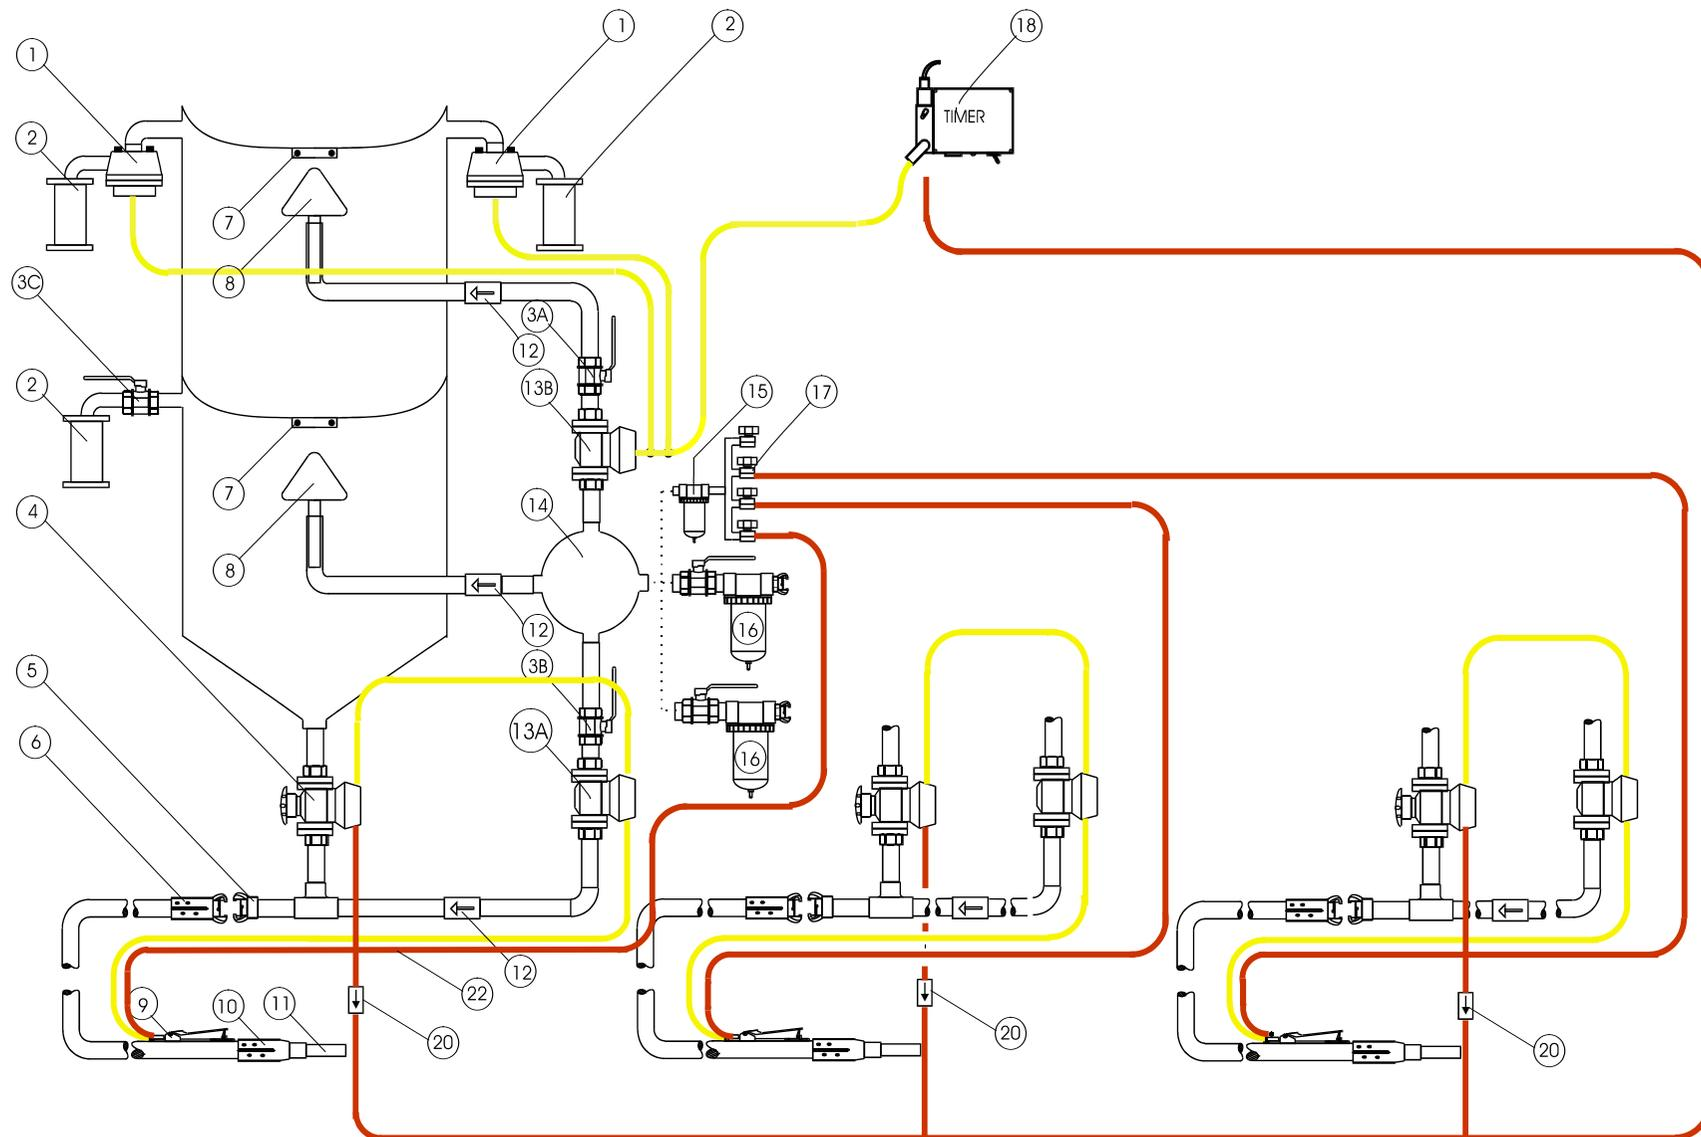

Bild 1: Doppelkammer-Druckstrahlgerät für 3 Strahler mit pneumatischer Fernbedienung
Die Hauptkomponenten eines Doppelkammer-Druckstrahlgerätes werden anhand der in Bild 1 dargestellten pneumatischen Variante erläutert.
In Bild 1 sind die wesentlichen Komponenten des Doppelkammer-Druckstrahlgerätes mit Fernbedienung dargestellt:
3.1 Funktionsweise des Gesamtsystems (siehe Bild 1)
3.2.1 Pneumatische Fernbedienung (siehe Bild 1)